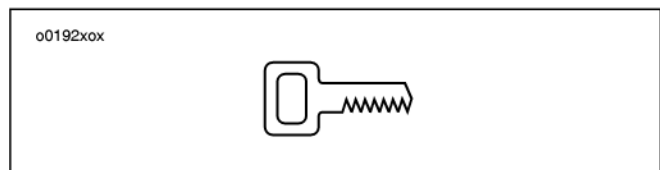

Figura 39. Spia sullo stato di sicurezza
- **Spia sullo stato della sicurezza:** Vedere la Figura 39. Una spia collocata nella schermata del tachimetro indica al pilota se il sistema è inserito o no.